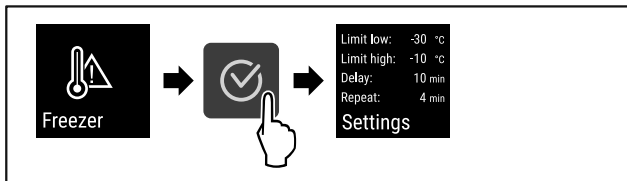

Fig. 103
- ▶ Atlikite veiksmus (žr. Fig. 103).